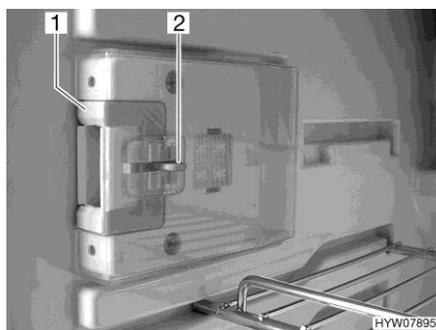
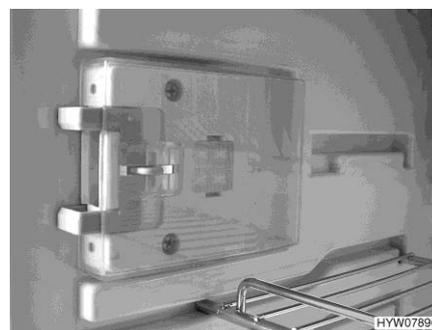

Bild 260 Verschlusseinrichtung (Normalstellung)
Bild 261 Verschlusseinrichtung (Lüftungsstellung)
■ Die Entriegelung (Bild 260,2) eindrücken.
■ Die Verschlusseinrichtung (Bild 260,1) nach vorn schieben (Bild 261).